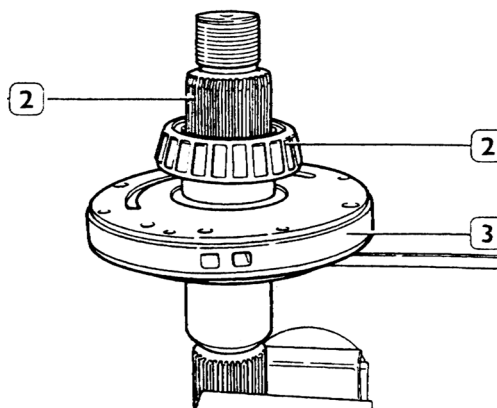

Figura 19
2. Montar parcialmente la pista externa (3) del rodamiento (2, figura 19) en la media-carcaza (4), utilizando una prensa y el colocador 99374093 (2).